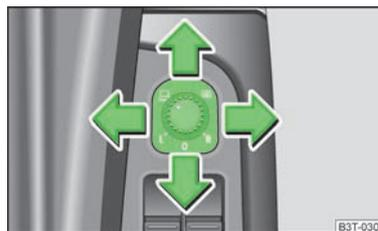

Fig. 53
► Portare la manopola in posizione  » fig. 53 .
Con manopola in posizione R ► fig. 53 e retromarcia inserita, lo specchio esterno si inclina leggermente verso il basso nelle vetture dotate di funzione Memory per il sedile lato guida. Ciò permette di vedere il cordolo nelle manovre di parcheggio.